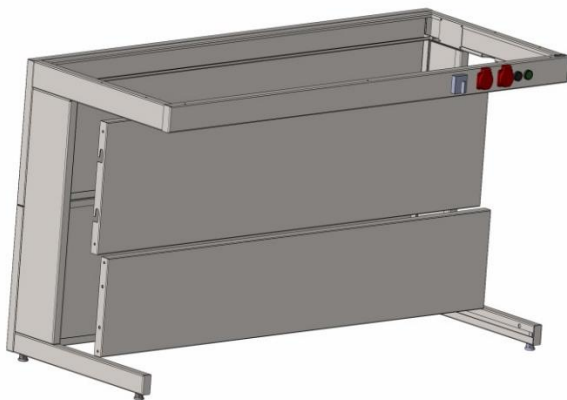

Рис. 5
4. Снять боковины панелью СЛ-Д при помощи Болт М8х16 DIN 933, Шайба М8 DIN 125. Вкрутить в верхнюю часть боковин Болты М8х14 DIN 912 мм и повесить на них съёмную панель (Рис. 5)